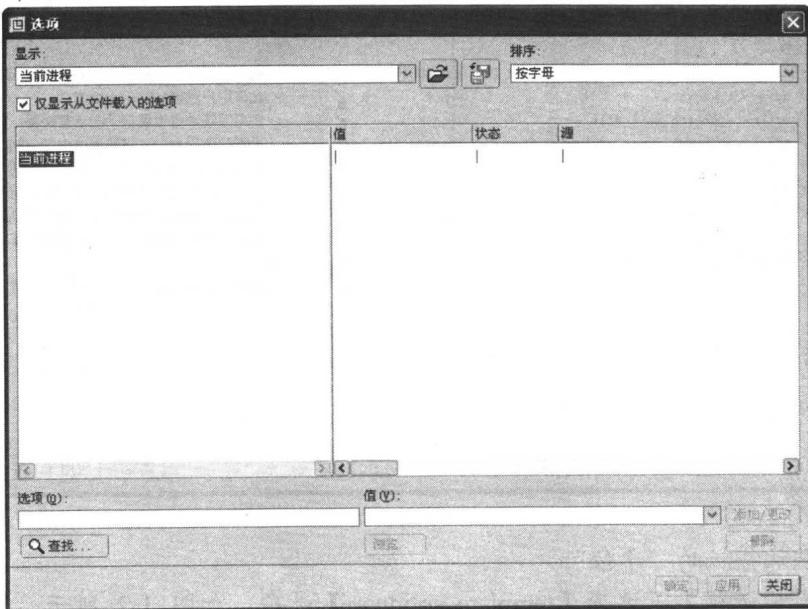

图 1-4
(1) 选择菜单命令【工具】/【选项】，出现【选项】对话框，如图 1-4 所示。